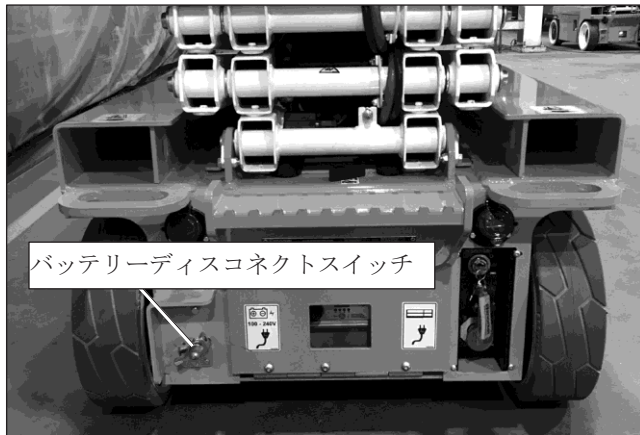

図6.1 - シャーシ後ろ側
1. バッテリーディスコネクトスイッチは、シャーシ後ろ側、昇降ステップの下にあります（図6.1を参照）。バッテリーディスコネクトスイッチをオンにします。